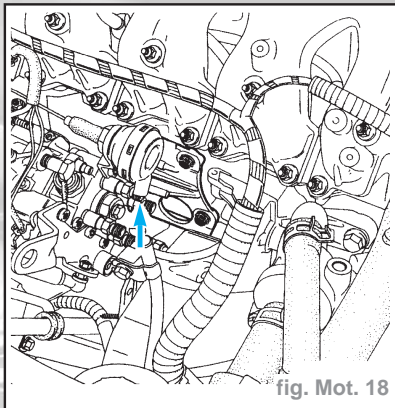

fig. Mot. 18
- Pour réaliser le réglage du ralenti accéléré (version conditionnement d'air) il suffit d'ouvrir le circuit pneumatique, par exemple en débranchant la capsule (fig. Mot. 18).
- Vérifier que le levier de ralenti séparé (1) soit en appui sur la vis de ralenti (3) (fig. Mot. 18).
- Câble tendu. positionner le serre-câble à 5 mm ± 1 (2 mm ± 1 pour véhicule muni de l'air conditionné) du levier de ralenti séparé (1).